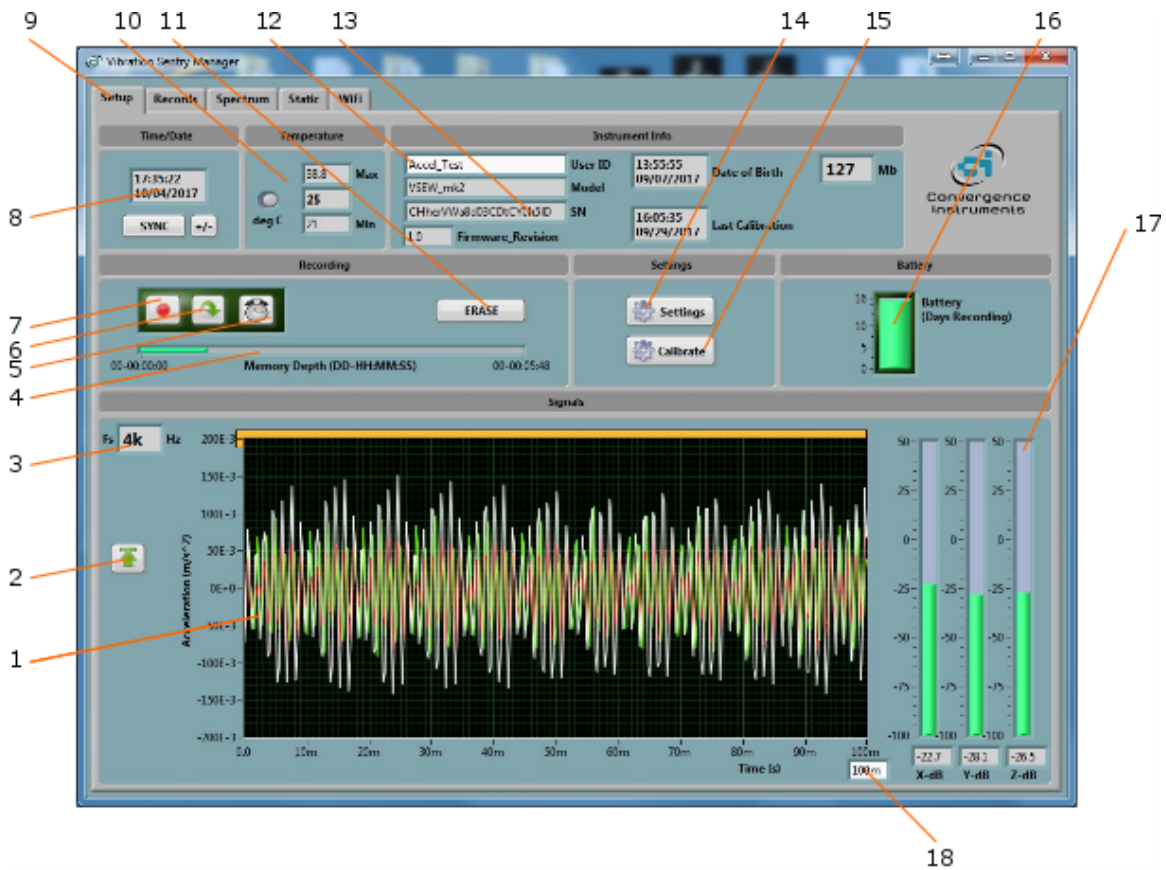

Figure 10 Onglet Configuration
4. Le panneau avant décrit dans Figure 10 s'affiche et l'application tente de se connecter à l'instrument. Si elle ne parvient pas à trouver l'instrument, elle indique *No Instrument Found*. Si c'est le cas, voir la section Dépannage.
- **L'onglet Setup:** Permet de configurer l'instrument et de surveiller le signal en temps réel (voir Figure 10).
L'onglet Setup est affiché à la Figure 10. Il est divisé en sept domaines.